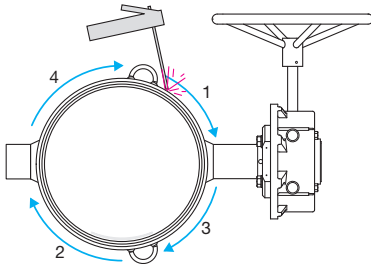
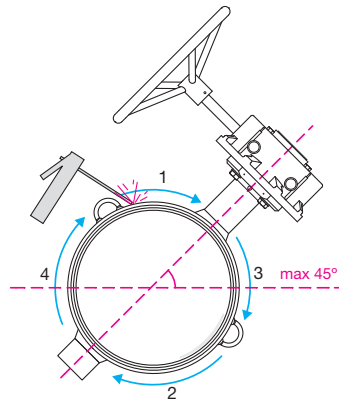

Abbildung 18. Verschweißen der Ränder.
Abbildung 19. Verschweißen der Ränder.
- Die empfohlene Installationsposition des Ventils ist in einem Winkel (siehe Abbildung 19.) oder mit den Schäften in einer horizontalen Position (siehe Abbildung 18.). Vermeiden Sie eine Installation mit vollständig aufrechten Schäften.
Der größte Winkel zwischen der Schaftachse und der horizontalen Achse liegt bei 45 Grad (siehe Abbildung 19.).